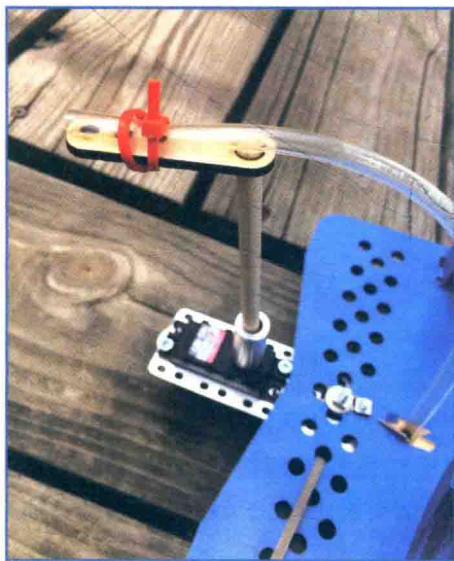

图 11.22 调整输出管道角度，向前推进无人机
10. 用束线带将管子固定在木钉上的管座，如图 11.22 所示。